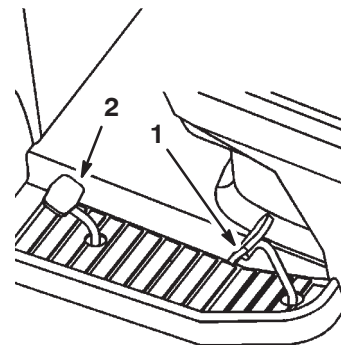

Bild 15
2. Gehen Sie mit dem Fuß auf das Fahrpedal und drücken Sie das Pedal langsam nach vorne (Bild 15).
2. Stellen Sie den Fuß auf das Gaspedal zum Rückwärtsfahren und treten Sie das Pedal langsam durch um rückwärts zu fahren (Bild 15).